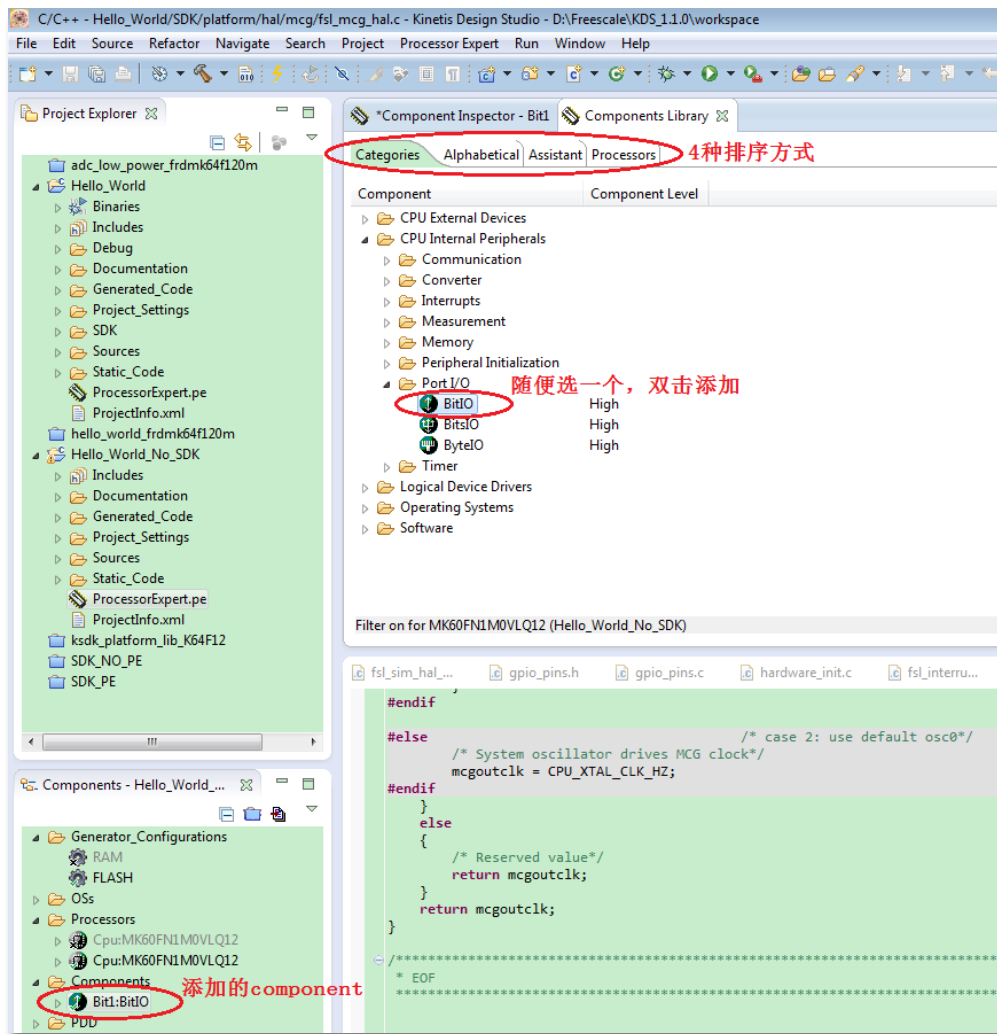

图 126 添加所需的 component
2. 在PE中，MCU的某个外设模块或功能模块称为一个Component（部件）。当用户需要使用哪个模块或功能时，在上图的“Component Library”窗口中添加即可，步骤如图 126所示。